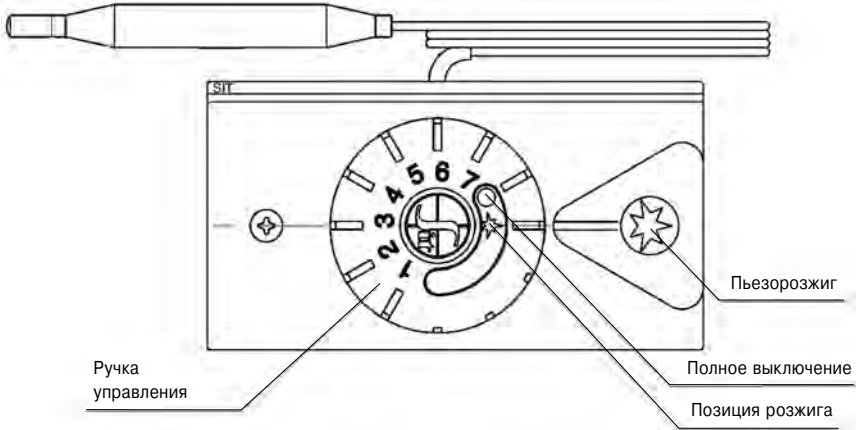

Рис. 6.
**Для котлов мощностью от 7,5 до 20 кВт с газогорелочным устройством на основе итальянской автоматики «630 EUROSIT» и инжекционной горелки Polidoro. (см. рис. 6)**